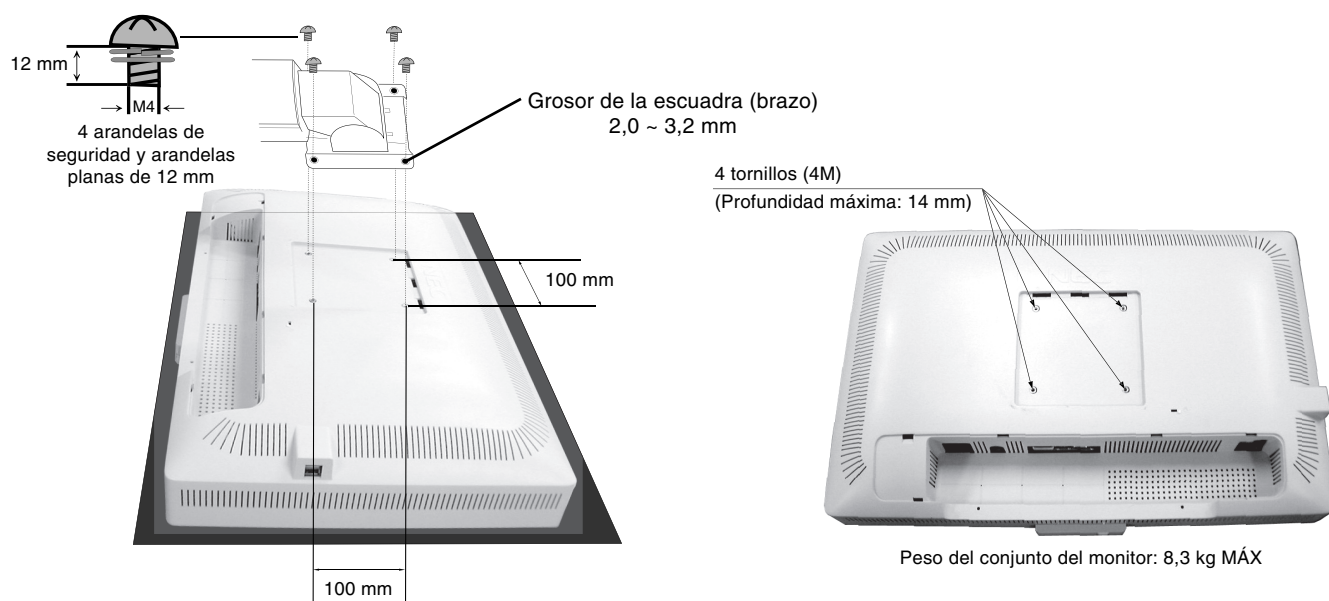

Figura F.1
2. Utilice los cuatro tornillos para unir el brazo con el monitor (**figura F.1**).